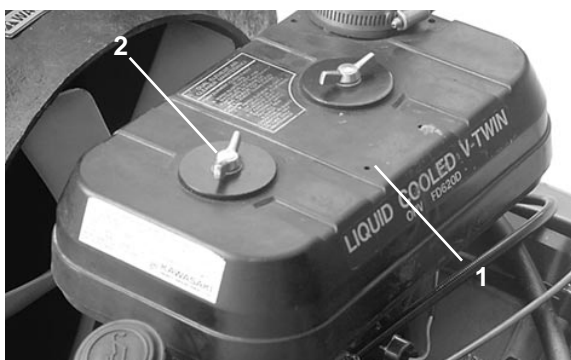

Fig. 19
1. Fjern fløjmotrikkene, der fastholder luftfilterdækslet, og fjern det (Fig. 19). Rengør dækslet grundigt.